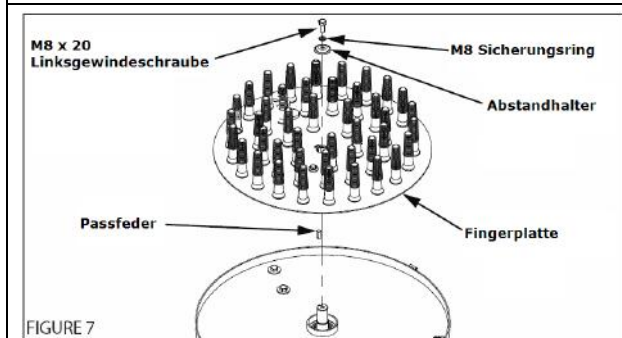

FIGURE 7
7. Die mit Fingern bestückte Fingerplatte wieder auf die Motorwelle montieren (**FIGURE 7**). Passfeder in die Motorwelle stecken, Fingerplatte aufschieben und mit Schrauben (**M8x20 LINKSGEWINDE!**) fixieren. Mit 13 mm Schraubenschlüssel anziehen.